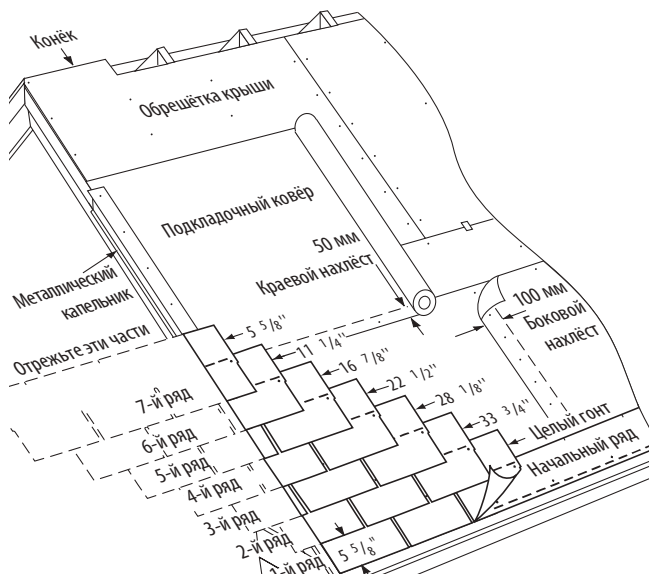

Рис. 10-14. Укладка первых семи рядов на крышу со стандартным уклоном.
**1-Й РЯД:** Уложите целый гонт в левом нижнем углу крыши. Разместите язычки вровень с краями гонтов начального ряда. Таким образом герметик на полосовых гонтах начального ряда пристанет к язычкам гонтов первого ряда и не позволит им задираться при сильном ветре (Рис. 10-14).
1. Отрежьте 14,3 см с левой стороны гонта и уложите этот кусок шириной 85,7 см над гонтом первого ряда и поверх него, на одной линии с левым краем начального ряда (Рис. 10-14).
2. Отрежьте 28,6 см от первого гонта третьего ряда, 42,8 см от первого гонта четвертого ряда, 57,2 см от первого гонта пятого ряда, 71,5 см от первого гонта шестого ряда и 85,7 см от первого гонта седьмого ряда. Уложите каждый гонт левым краем на одну линию с гонтами предыдущего ряда (Рис. 10-14).